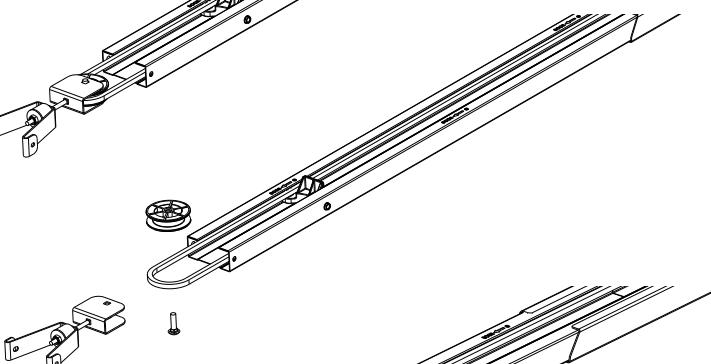

Fig. 2
2. Remueva cuidadosamente el pasador de la polea. Fig. 2